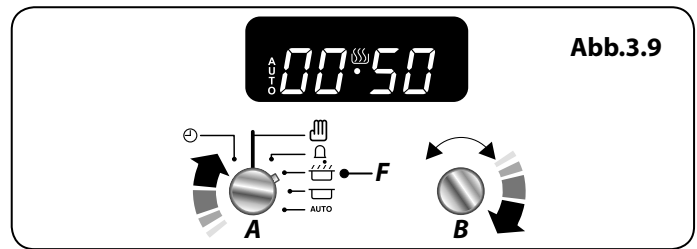

Abb.3.9
1. Stellen Sie den **Timer-Knopf (A)** auf **Garzeit-Einstellung (F)**. Drehen Sie den **Einstellknopf (B)** nach rechts, um die gewünschte Garzeit einzustellen (**Abb.3.9**).